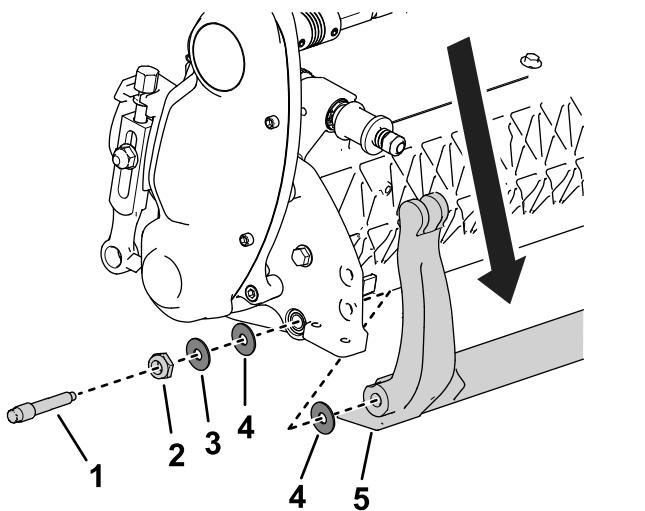

Figura 21
3. En cada lado de la máquina, afloje la contratuerca indicada en la Figura 21.
4. Retire cada perno de la barra de asiento para poder tirar de la barra hacia abajo y retirarla de la unidad de corte (Figura 21).
Guarde las 2 arandelas de plástico y la arandela de acero de cada extremo de la barra de asiento (Figura 21).
3. Coloque una arandela de nylon en cada lado del saliente de la chapa lateral. Coloque una arandela de acero por fuera de cada arandela de nylon (Figura 21).